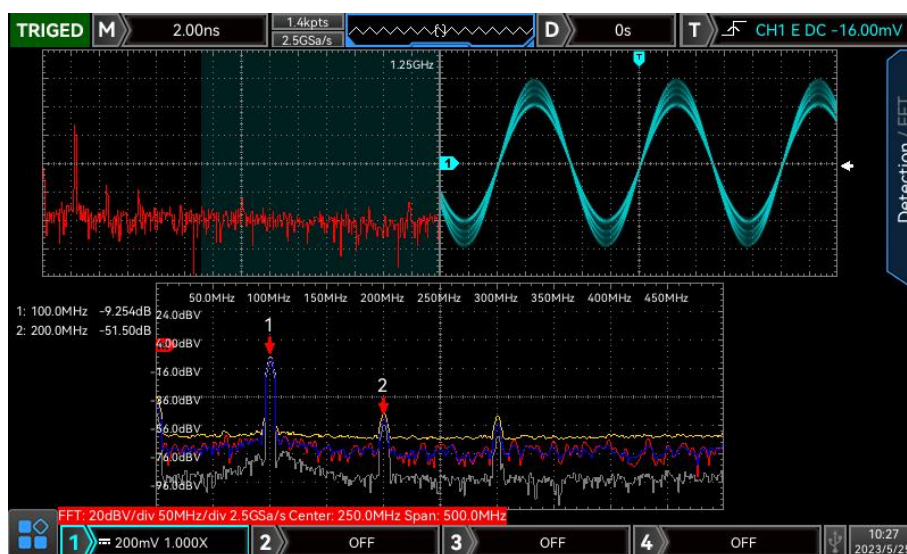

图 15-1
- 分屏: 将信源波形和 FFT 频谱波形分窗口显示, 同时对频谱进行扩展显示, 如下图 15-1 所示。